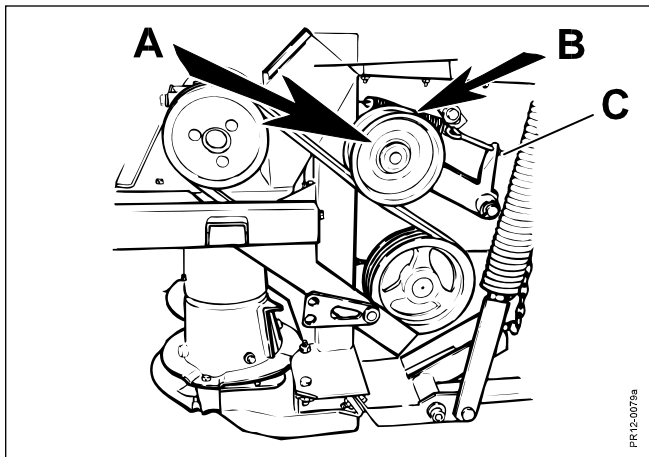

Fig. 5-17
- Fig. 5-17** Die Keilriemen mit Spannrolle **A** spannen.